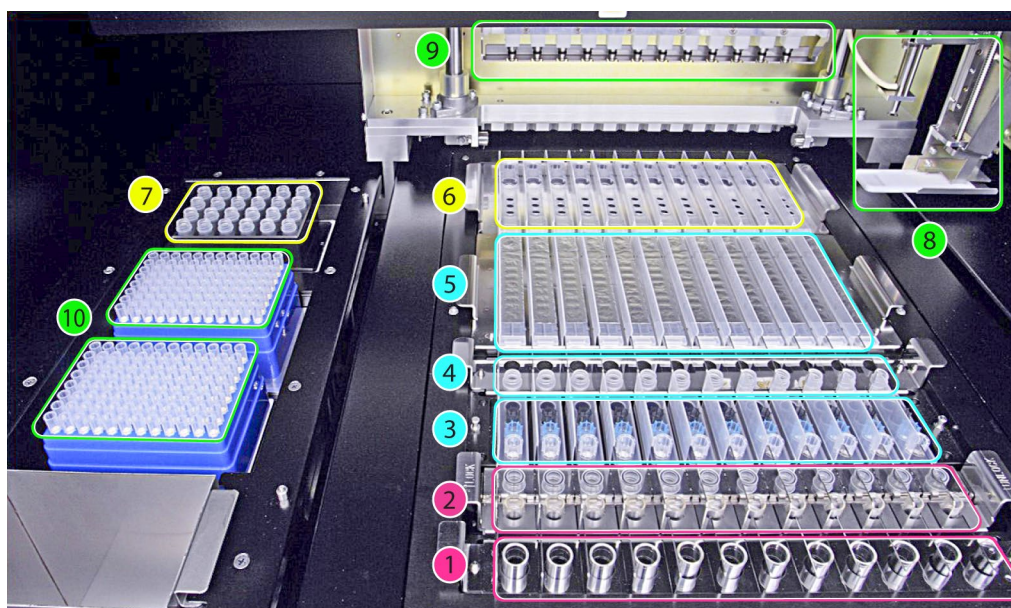

Figura 1: A área de carregamento do «ELITE InGenius»
A Figura 1 mostra uma descrição geral do instrumento «**ELITE InGenius**».
A Figura 1 mostra: Posição do tabuleiro do tubo principal (1), posição do tubo de extração/sonicação e do tabuleiro da tampa (2), posição do tabuleiro da ponta (3), posição do tabuleiro do tubo de eluição (tubo extra) (4), posição do tabuleiro do cartucho de extração (5) e posição do tabuleiro do cartucho de PCR (6), posição do bloco do reagente de PCR e Internal Control (gestor de inventários) (7), posições da amostra e de distribuição do reagente (8, 9), da caixa de desperdícios (lado inferior esquerdo) e das pontas (10).
7. Para confirmar que estão colocados na posição do gestor de inventário 7 (cf. página 12, Figura 1) reagentes suficientes para o número de testes selecionados, como indicado no ecrã, prima o botão “Next” (Próximo).
8. Coloque tabuleiros de pontas suficientes na posição 10 (cf. página 12, Figura 1).
10. Coloque as cassetes de PCR indicadas na posição 6 (cf. página 12, Figura 1).
- Coloque a(s) cassete(s) do cartucho de extração indicadas na posição 5 (cf. Página 12, Figura 1). Verifique visualmente os cartuchos de extração para verificar se as esferas ressuspenderam corretamente; se não ressuspenderem imediatamente, tente com agitação vigorosa ou mesmo com um breve vórtice (consulte "Resolução de problemas")
- Coloque a quantidade de tubos de eluição Tubo extra indicadas na posição 4 (cf. página 12, Figura 1).
16. Coloque a quantidade de cassetes da Ponta indicadas na posição 3 (cf. página 12, Figura 1).
18. Coloque a quantidade de tubos de extração indicada na posição 2 (cf. página 12, Figura 1).
20. Quando "Primary Tube" (Tubo primário) tiver sido selecionado como posição da amostra no ecrã "Perform Run" (Executar), coloque os tubos primários indicados na posição 1 (ver página 12, Figura 1).